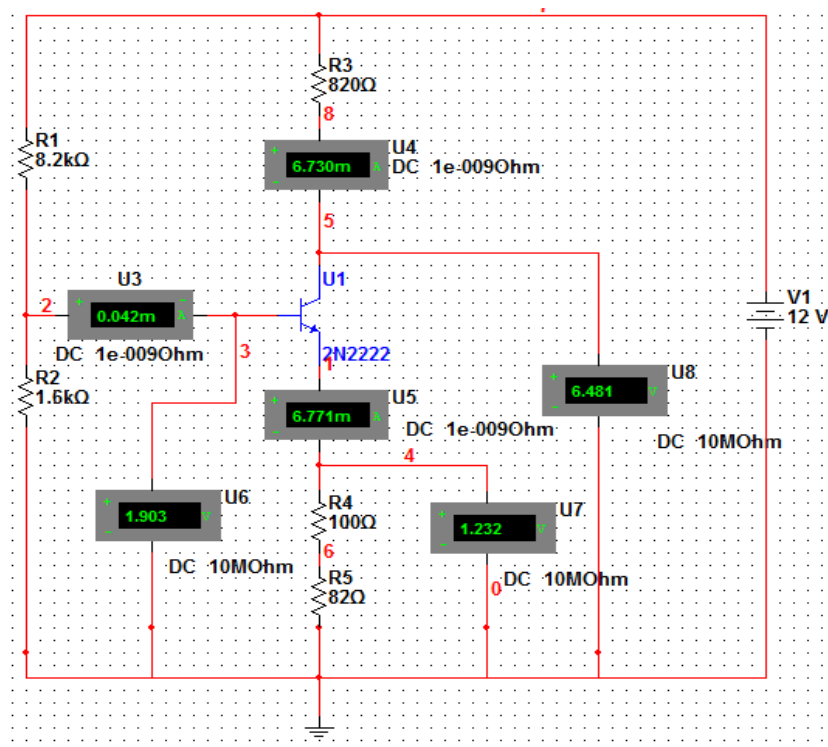

Рис.2
1.2 Собрать схему, обеспечивающую активный режим работы транзистора (Рис.2).